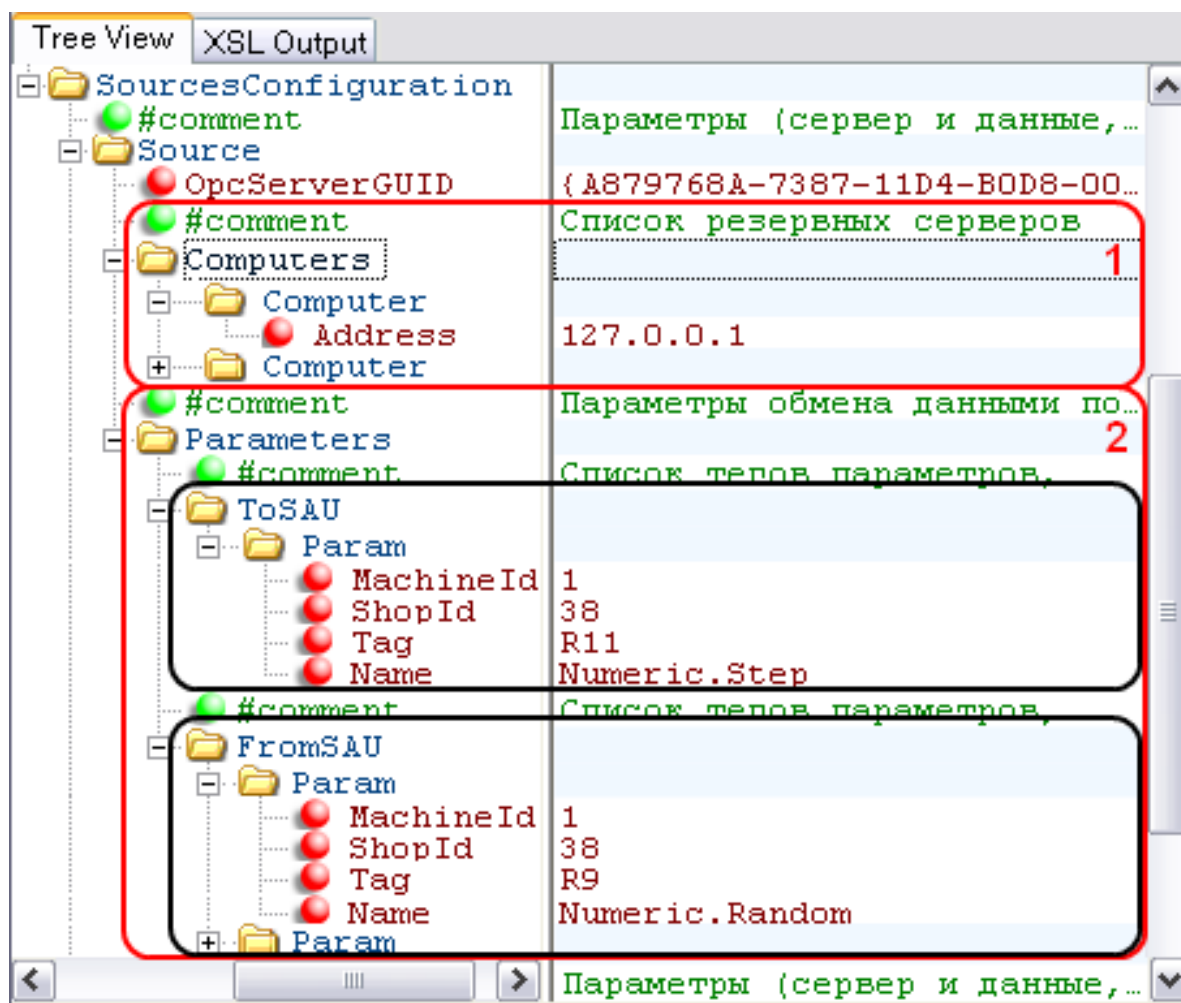

Рис. 91. Настройка списка серверов
- <Computers> – список резервных серверов. Для каждого сервера необходимо создать подузел <Computers>, с атрибутом «Address», в котором указывается IP-адрес сервера (Рис. 91. Настройка списка серверов [1]).
- `<Parameters>` – параметры обмена данными по OPC, определяющие состав передаваемых и принимаемых параметров (Рис. 91. Настройка списка серверов [2]). Все параметры распределяются по следующим узлам: